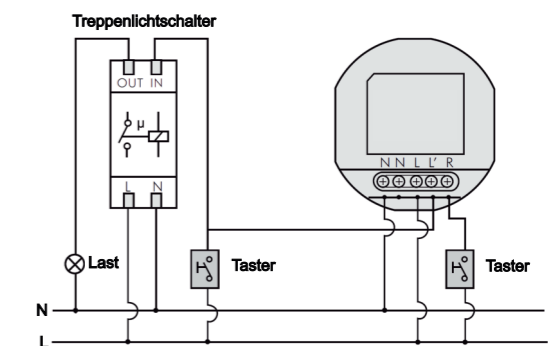

Bild 7
3.3.3 Treppenlichtschalter von Melder aktiviert (die Zeit sollte auf **1s** eingestellt sein). (Siehe Bild 7).